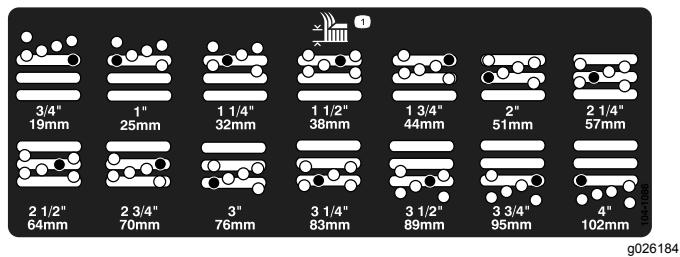

図 19
5. 希望の刈り高にチェンバを合わせ、その刈り高の穴とスロットにスペーサを通して図19。